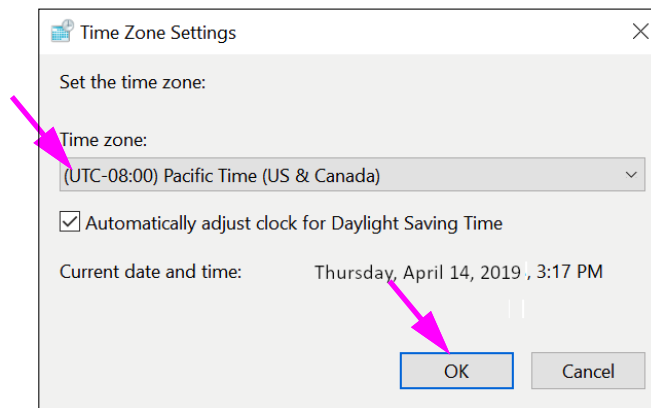

Abbildung 2-36. Dialogfeld „Time Zone Settings“ (Zeitzoneneinstellungen)
5. Klicken Sie auf die Schaltfläche **Change Time Zone... (Zeitzone ändern...)**. Das Dialogfeld „Time Zone Settings“ (Zeitzoneneinstellungen) öffnet sich. Siehe Abbildung 2-36.